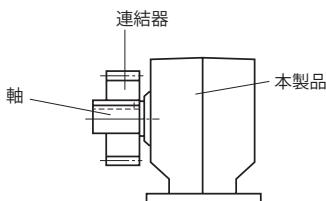
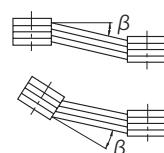

図 5-3
図 5-4
(2) チェーン・スプロケット、ギヤを使用する場合
- スプロケットやギヤの荷重作用点が、軸中央より本製品側へくるようにしてください。（図 5-3 参照）
(3) Vベルトを使用する場合
- 両プーリ間の平行度、偏心度 β は $20'$ 以内としてください。（図 5-4 参照）